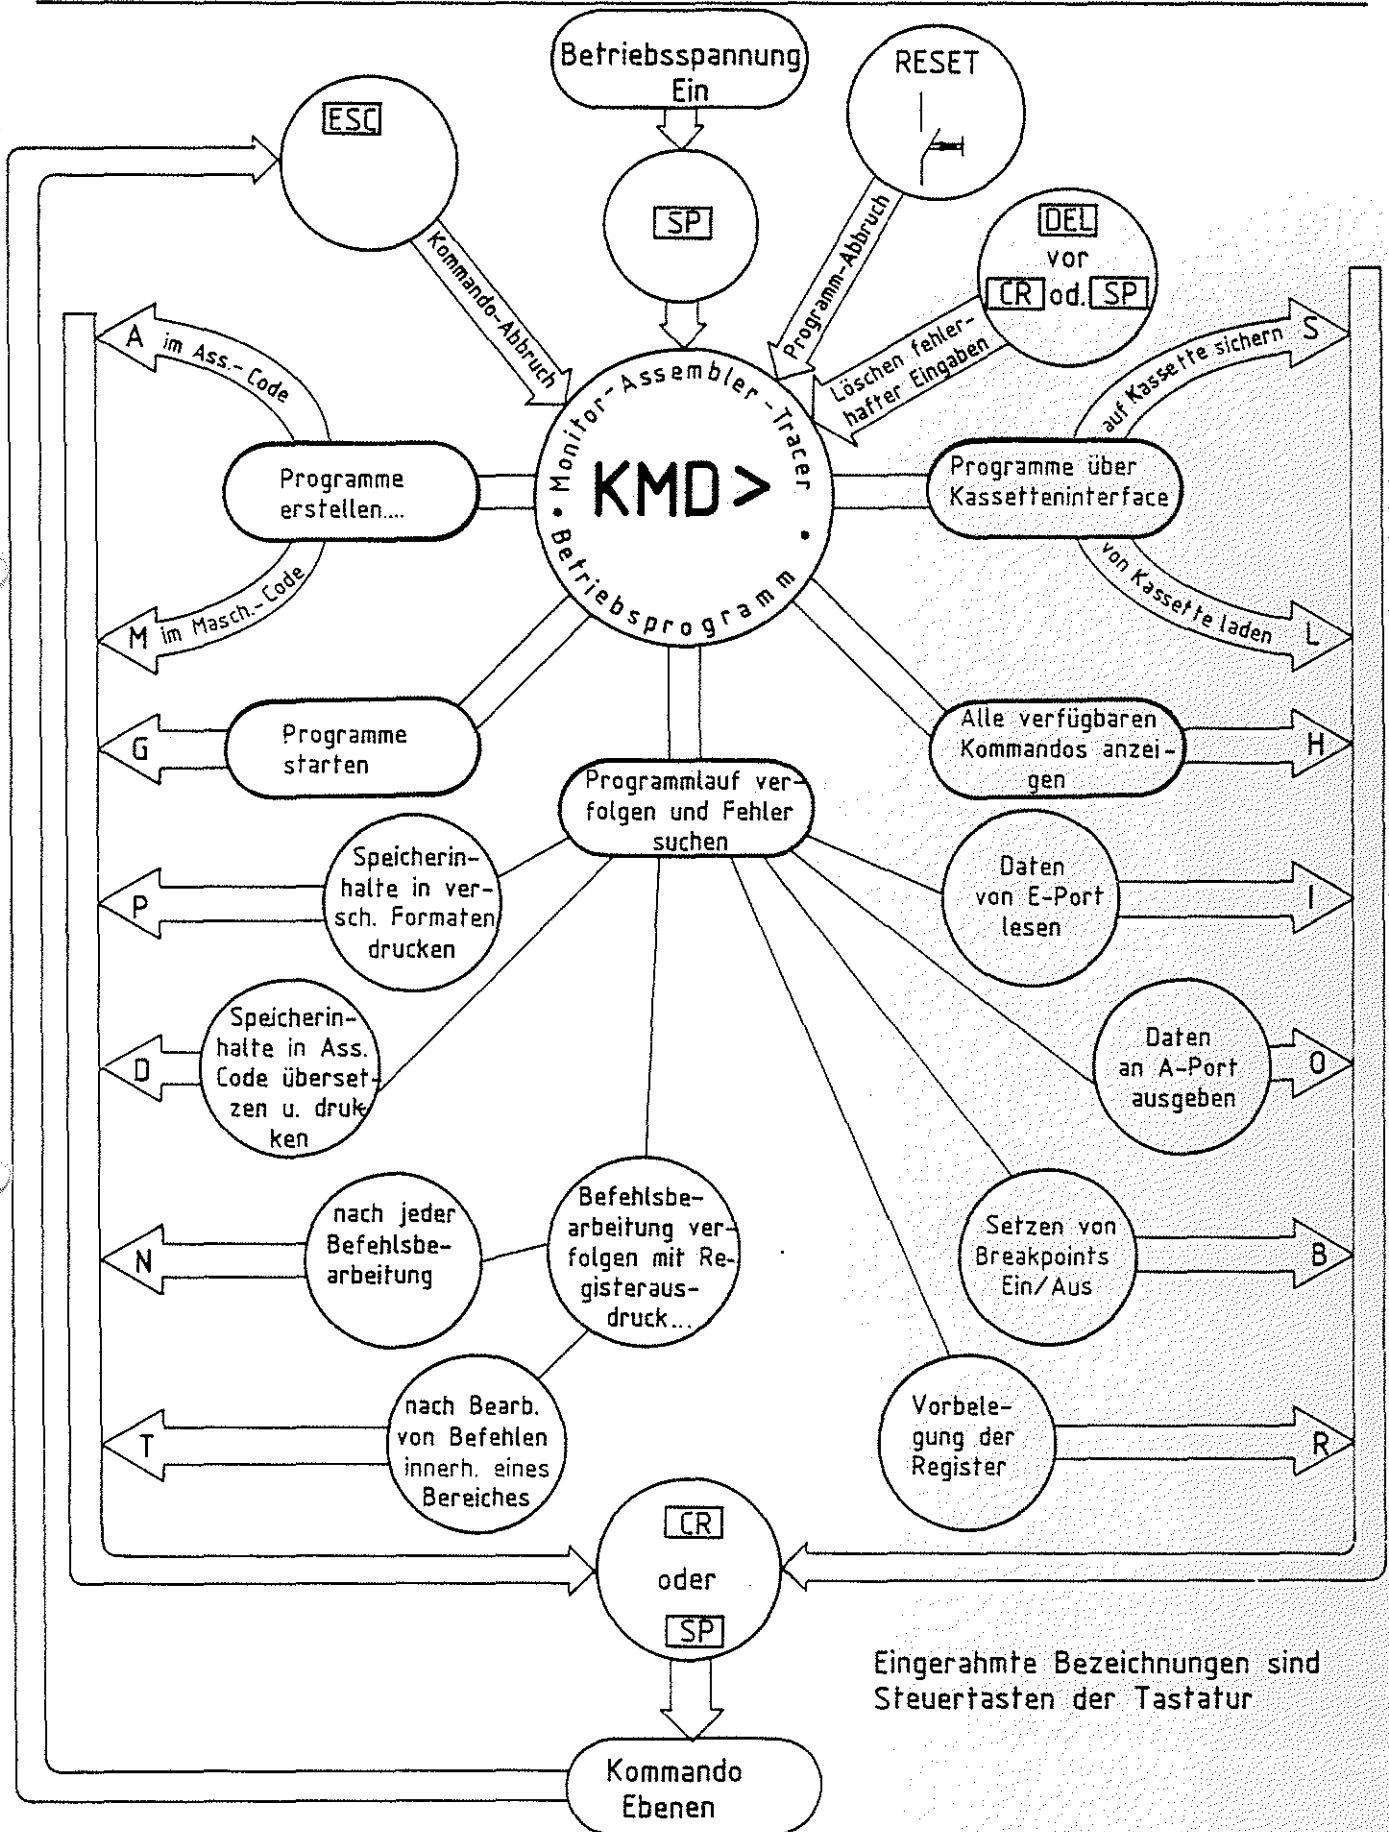

Bild 5: Zuordnung der Kommandos zu Einsatzgebieten
Die in Bild 5 dargestellte Grafik zeigt die beschriebenen Kommandos nach Einsatzgebieten geordnet.
- Die Rückkehr aus den Kommandoebenen in das Betriebsprogramm erfolgt durch Betätigen der  ESC -Taste (Escape = flüchten). Siehe hierzu auch Bild 5.